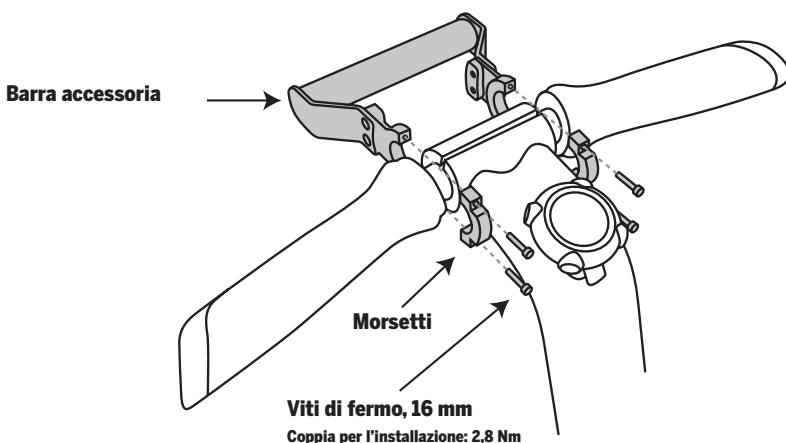
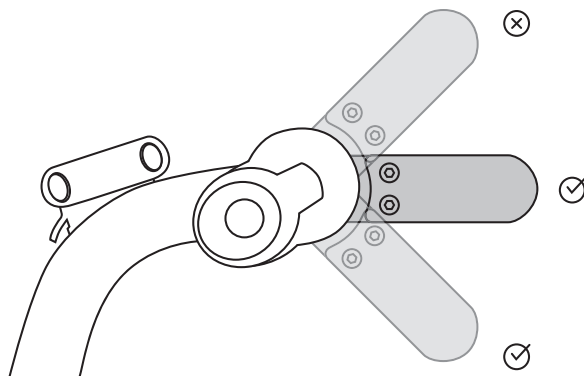

Figura 2. Installare la barra accessoria sul manubrio
Figura 3. Verificare che la barra accessoria sia posizionata davanti o al di sotto del morsetto del manubrio
3. Installare la barra accessoria ed i morsetti sulla porzione in vista del manubrio. Vedere la Figura 2.
4. Chiudere a mano le (4) viti di fermo da 16 mm nei (2) morsetti della barra accessoria.
5. Verificare che la barra accessoria sia posizionata davanti o al di sotto del morsetto del manubrio. Vedere la Figura 3.